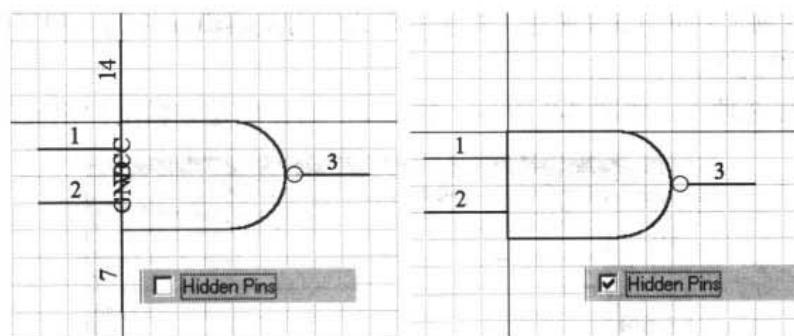

图 5-12 Hidden Pins 选项的设置效果对比
- Hidden Pins 选项：本选项的功能是确定是否显示隐藏引脚，如图 5-12 所示。